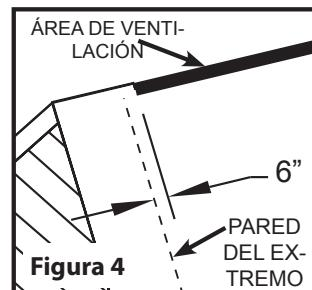

Figura 4
2. Aplique sellante bajo los bordes abisagrados superior e inferior. (ADVERTENCIA: Verifique que el sellante en la brida inferior esté del lado de la línea de clavos hacia la cumbre). (véase la Figura 4)